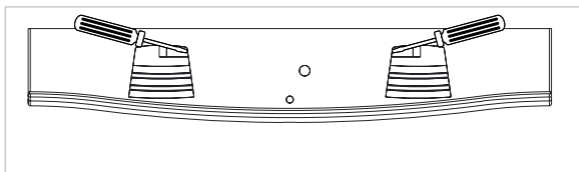

Abb. 29: Oberteil lösen
- ▶ Das Oberteil lösen und abnehmen (siehe Abb. 29 und 30).